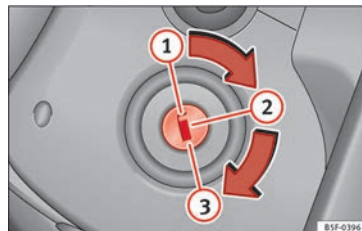

Abb. 173 Positionen des Zündschlüssels
In dieser Position »» Abb. 173 sind die Zündung und der Motor ausgeschaltet und die Lenkung kann gesperrt werden.
- Drehen Sie den Zündschlüssel in die Position »» **Abb. 173** . Beim Vorglühen des Motors leuchtet die Kontrollleuchte  auf.
- Drehen Sie den Zündschlüssel in die Position » **Abb. 173 ①**.